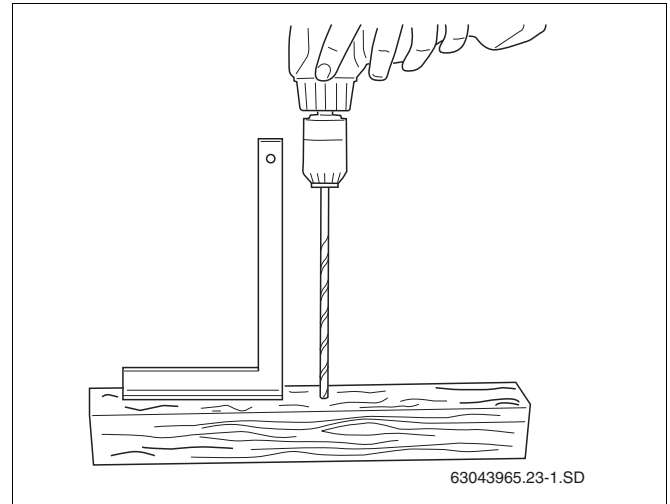

Рис. 22 Изготовление шаблона
- Используйте брус длиной 0,50 – 1,00 м. Вертикально просверлите в брус сквозное отверстие Ø 6 мм (рис. 22).